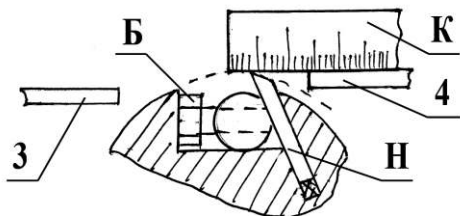
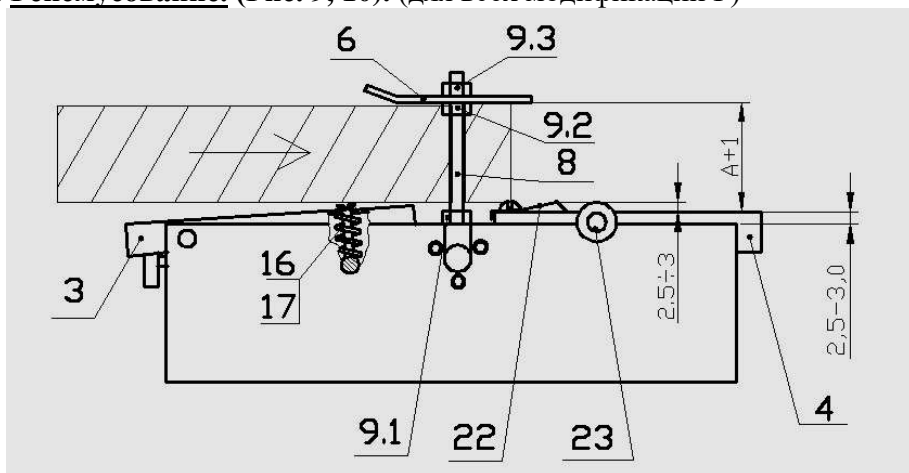

Рис. 7
Рис. 9
5.2. Периодически не реже 1 раза в неделю (в первые дни работы – каждый день) проводить смазку подвижных частей и узлов смазкой солидол (ЦИАТИМ-201), проверять натяжение и износ ремня, износ подающего вала (23, Рис.7). Ремень должен быть натянут силой около 100Н (10кгс). Необходимо соблюдать зазор **2,0÷2,5мм** между подающим валом (23) и задним столом (4).
- Выставить ножи (Н) строгального вала при помощи линейки-кондуктора (К) по передней кромке заднего стола (4) и надежно зажать их болтами (Б) (Рис.7).
4.3. Стругание, строгание под углом. (Рис. 7, 8, 9)
В случае острой необходимости проведения обычного строгания на моделях P и P2 необходимо (см. Рис.7): Снять пружинную пластину (22, для моделей P) или подающий вал (23, для моделей P2) с заднего стола (4) (если они установлены), для чего:
- раскрепить 4 болта крепления заднего стола к стенкам корпуса и снять стол (4);
4.2.1. Рейсмусование с жёстким прижимом (Рис.9):
- Ввернуть шпильки (8) в опоры вала и законтрить их гайками (9.1), навернуть опорные гайки (9.2), надеть на шпильки прижим (6) и закрепить его шайбами и гайками (9.3).
4.2. Рейсмусование. (Рис. 9, 10). (для всех модификаций Р)